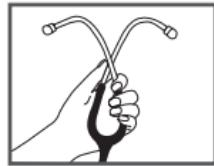

Fig. 2
3. Per aumentare la tensione della molla, stringere insieme i tubi auricolari, come illustrato nella Fig. 2.